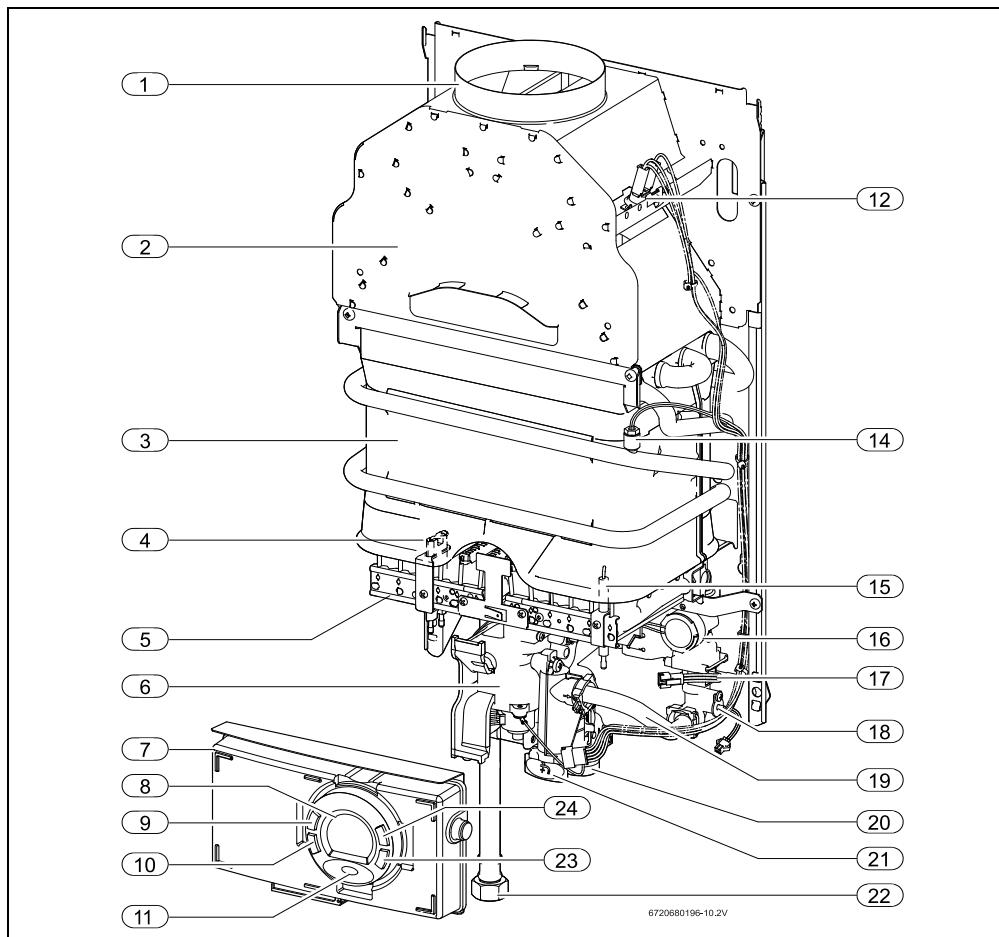

Fig. 2
- Coloque el interruptor principal (→ Fig. 2, [pos. 9]) en posición de funcionamiento.
Siempre que se abre un grifo de agua caliente, el sensor de caudal de agua (→ Fig. 2, [pos. 17]) envía una señal a la unidad de mando. Esta señal provoca lo siguiente:
- Simultáneamente, empieza la producción de chispas y la llave del gas (→ Fig 2, [pos. 6]) se abre.
- El electrodo de ionización (→ Fig 2, [pos. 15]) supervisa el estado de la llama